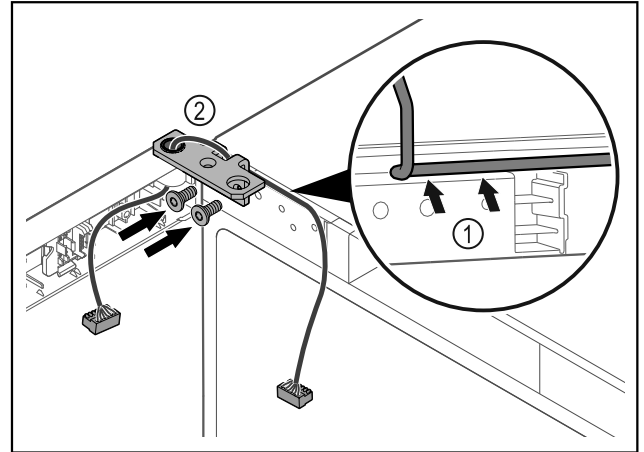

Fig. 41
- Vie kaapeli saranakulman aukon läpi ja aseta se varovasti paikalleen Fig. 41 (1).
- Kiinnitä saranakulma Fig. 41 (2) ruuveilla paikalleen.